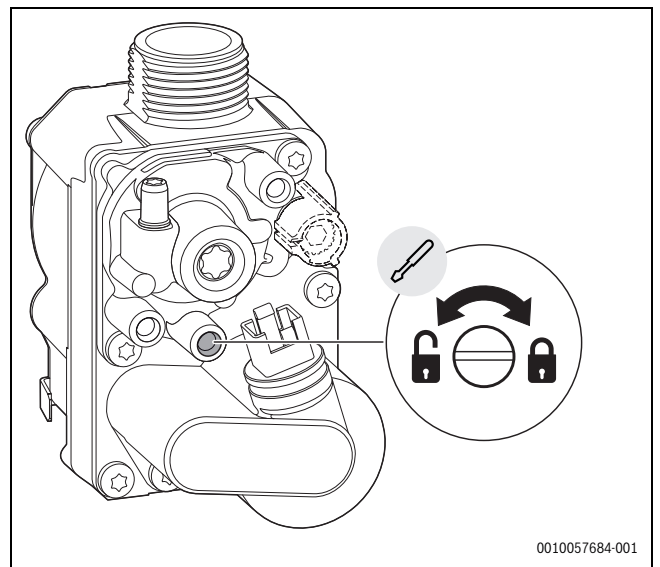

Bild 114 Gas-Anschlussdruck messen
- ▶ Schraube am Messstutzen für den Gas-Anschlussdruck 2 Umdrehungen lösen (→ Bild 114).